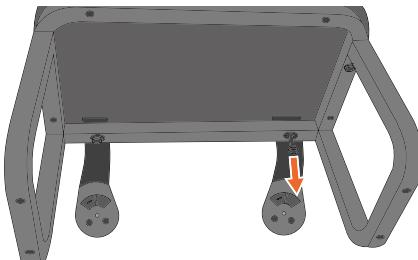

Figure 4 - Retrait de la sangle.
- Dévissez le boulon qui fixe la sangle à la banquette du côté droit du siège, comme indiqué sur la figure 4.
- Prenez le mât pour enfant et faites passer la sangle que vous venez de retirer à la figure 4 à travers le mât pour enfant. Fixez à nouveau la sangle au banc en replaçant le boulon et la rondelle de la figure 4.